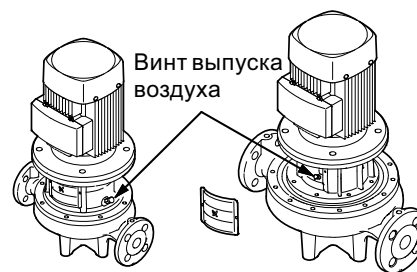

Рис. 21 Винт выпуска воздуха
1. Закрыть запорный клапан на стороне нагнетания насоса и открыть винт выпуска воздуха в промежуточном корпусе насоса, как показано на рис. 21.
2. Отвернуть винт выпуска воздуха, как показано на рис. 21.
3. При пуске из насоса нужно удалить воздух, вывинтив для этого расположенный в промежуточном корпусе насоса винт выпуска воздуха до тех пор, пока из отверстия для выпуска воздуха не потечет рабочая жидкость, как показано на рис. 21.